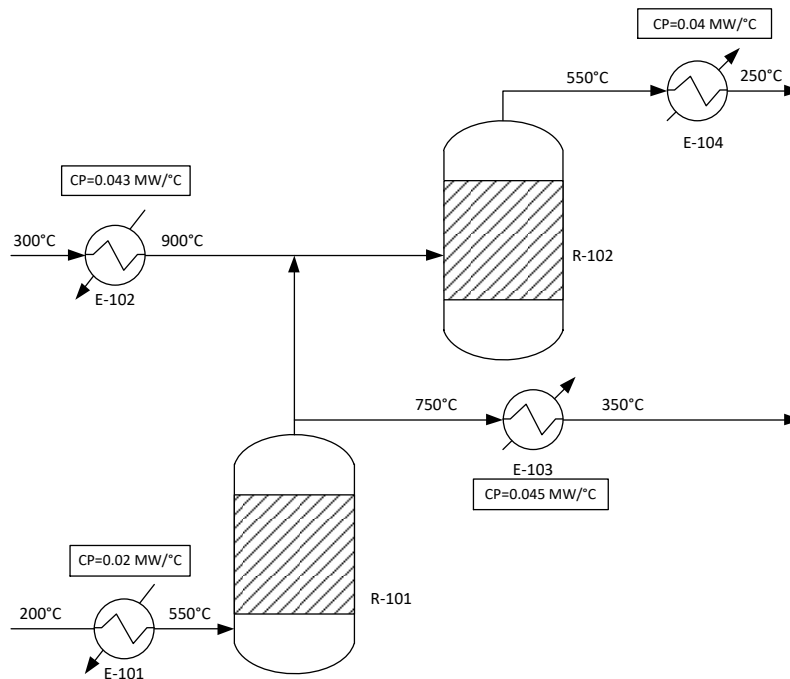

Figura 4. Sistema de reacción de un proceso.
- 6 Un sistema de reactores es mostrado en la Figura 4. Se le solicita realizar un análisis para la posible recuperación de energía en este sistema asumiendo un $\Delta T_{\min} = 50^\circ\text{C}$. Para ello: